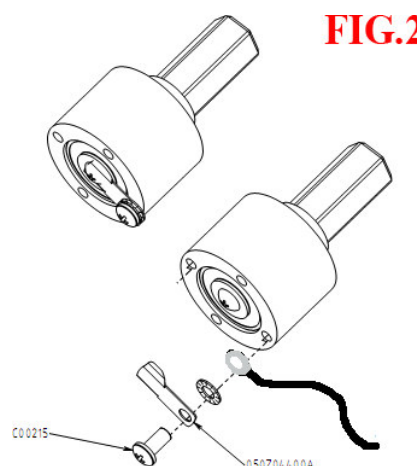

FIG.2
3. Avvitare nuovamente la vite inserendo la molla (050Z04400A). In ordine dovrà esserci (Fig.2) VITE, MOLLA, RONDELLA, CABLAGGIO.